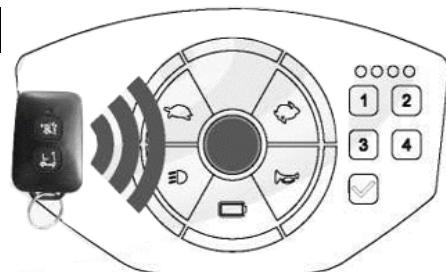

Figure 8
- 잠금을 해제하려면 RF 리모콘을 패널 위에 놓으십시오. (신호가 가장 잘 읽히려면 전원 버튼 근처에 대십시오)(Figure 8)